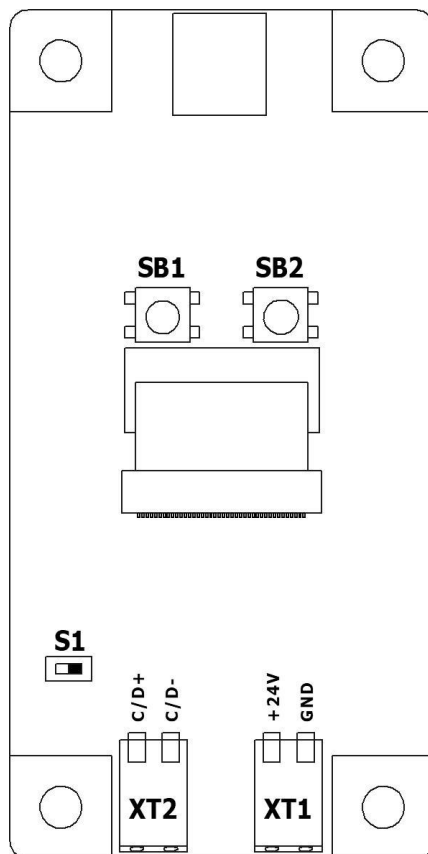

Рис.1. Расположение разъемов
7.2 Выполнить подключение разъемов XT1, XT2 согласно таблице 1. Расположение разъемов показано на рис.1.